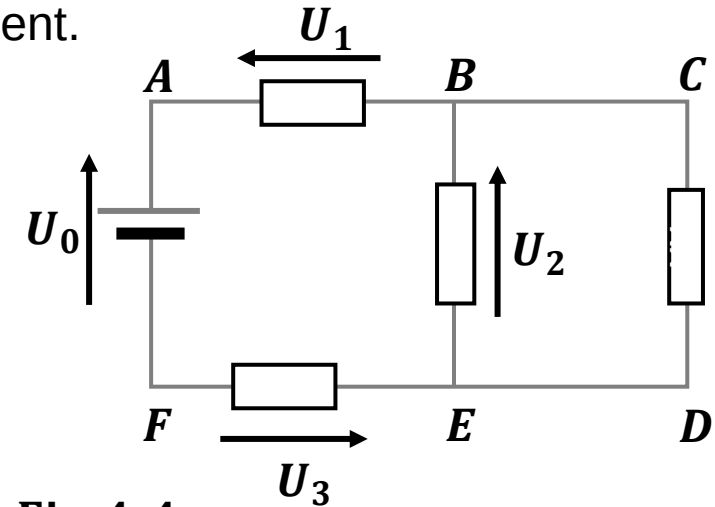

Fig. 4. 4 :
- Une **branche** est constituée d'une association en série d'un ou plusieurs dipôles (fils, résistance, bobine, ...), c'est une portion de circuit située entre deux nœuds. Dans le circuit ci-contre (Fig. 4. 4), **BAFE** est une branche, **BCDE** et **BE** également.